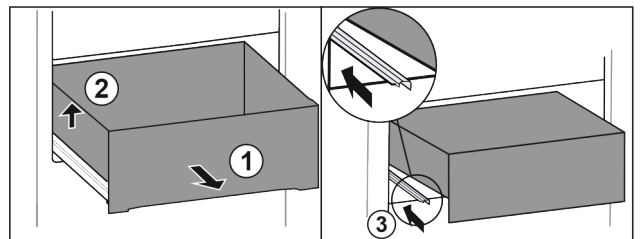

Fig. 96
- ▶ A fiókot ütközésig húzza ki. Fig. 96 (1)
- ▶ Emelje meg a fiók bal oldalát. Fig. 96 (2)
- ▶ Tolja be a bal oldali sínt. Fig. 96 (3)